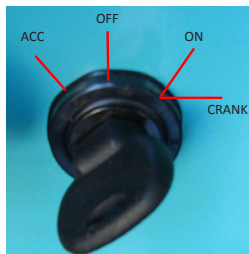

Figure 15. Clé de contact sur ON
2. Sur la truelle, tournez la clé de contact sur la position ON (Figure 15). Cela allumera le MCU. Il n'est pas nécessaire de lancer ou d'allumer le moteur.